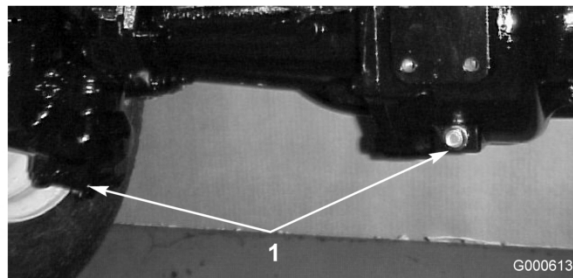

図 46
- ドレン・プラグ（図46；左右端に1個と中央に1個、全部で3個ある）の周辺をきれいに拭く。